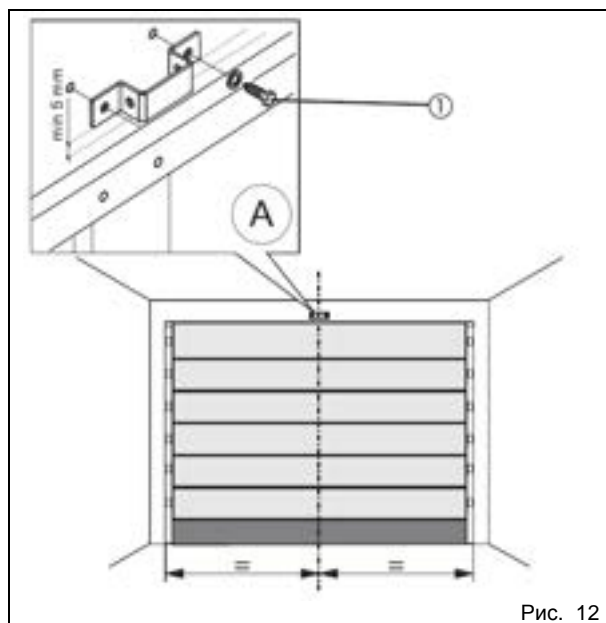

Рис. 12
- 1) На раме ворот следует отметить среднюю линию по вертикали (рис. 12).
- 3) Кронштейн переднего крепления следует установить таким образом, чтобы он был расположен симметрично относительно вертикальной линии, а его нижний край оказался минимум на 5 мм выше горизонтальной линии (рис. 12). Требования по правильной установке кронштейна описаны также в разделе 7.2.
- 5) Затем следует просверлить отверстия и закрепить кронштейн. **Внимание!** Шурупы (рис. 12, поз. 1) в комплект привода не входят!